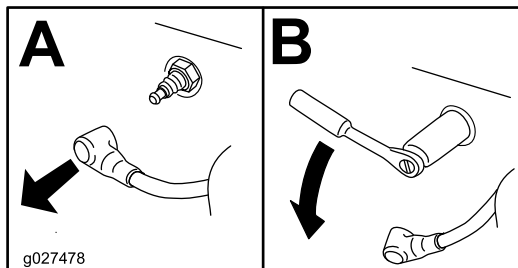

Figure 44
4. Déposez la ou les bougies, comme montré à la Figure 44.